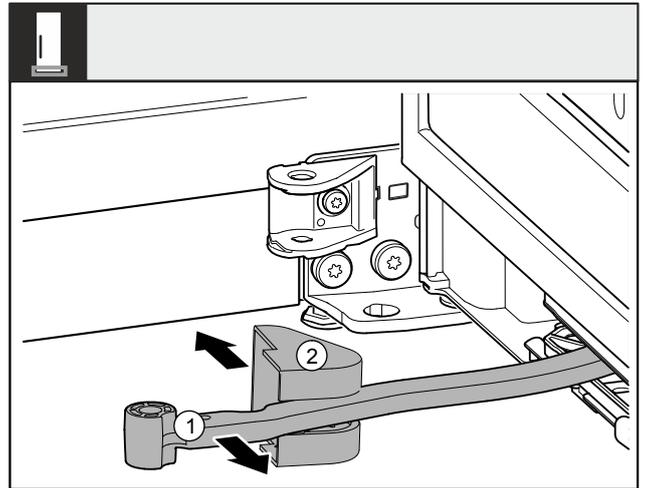

Fig. 10
- ▶ Gelenk Fig. 10 (1) in Richtung Tür drehen.
- ▶ Lagerbockabdeckung Fig. 10 (2) entfernen.